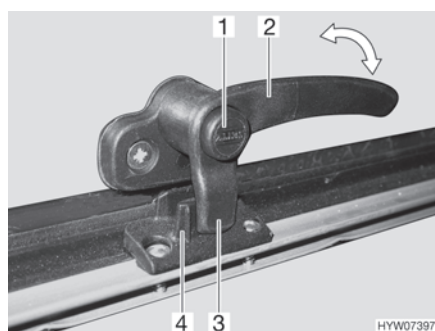
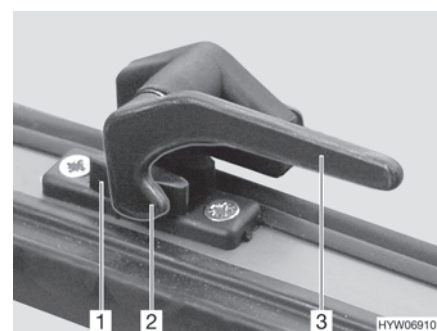

Fig. 67 Levier de verrouillage avec bouton de sécurité en position "Fermé"
Fig. 68 Levier de verrouillage en position "Fermé"
- S'il existe, appuyer sur le bouton de sécurité (Fig. 67,1) et le maintenir enfoncé.
- Tourner le levier de verrouillage (Fig. 67,2 ou Fig. 68,3) d'un quart de tour vers le centre de la fenêtre.
- Tourner le levier de verrouillage (Fig. 67,2 ou Fig. 68,3) d'un quart de tour vers le cadre de la fenêtre. Le tenon de verrouillage (Fig. 67,3 ou Fig. 68,2) du levier de verrouillage repose complètement sur le côté intérieur du verrouillage de fenêtre (Fig. 67,4 ou Fig. 68,1).
- En position "Fermé" (Fig. 67 et Fig. 68)